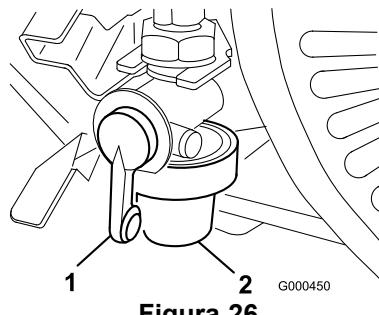

Figura 26
1. Chiudete la valvola d'intercettazione del carburante e svitate il pozzetto dal corpo del filtro (Figura 26).